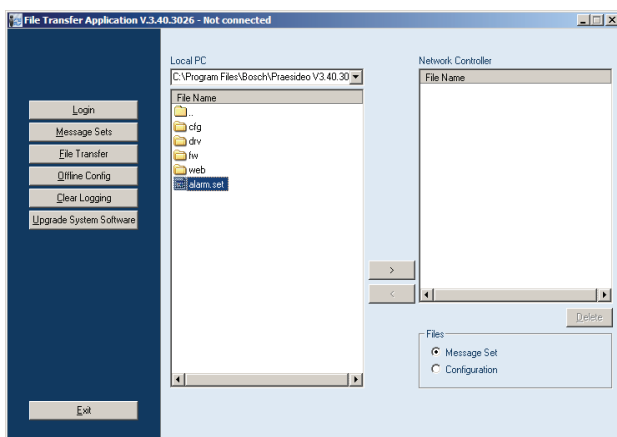

Abb. 44.10: Übertragen eines Durchsagensatzes
- 1 Loggen Sie sich zunächst in die Anwendung *Dateiübertragung* ein und klicken Sie anschließend auf die Schaltfläche *Dateiübertragung*. Es erscheint ein Bildschirm, der dem in Abb. 44.10 ähnelt.